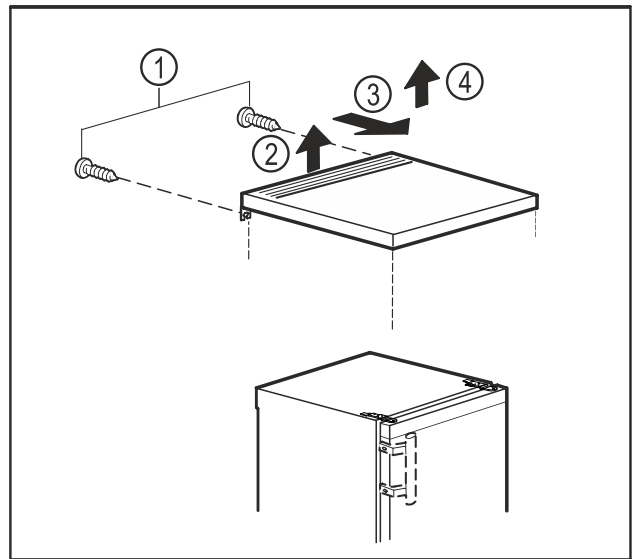

Fig. 6
- ▶ Свалете винтовете от задната страна. Fig. 6 (1)
- ▶ Повдигнете плота на масата отзад. Fig. 6 (2)
- ▶ Преместете плота на масата напред. Fig. 6 (3)
- ▶ Повдигнете плота на масата нагоре. Fig. 6 (4)